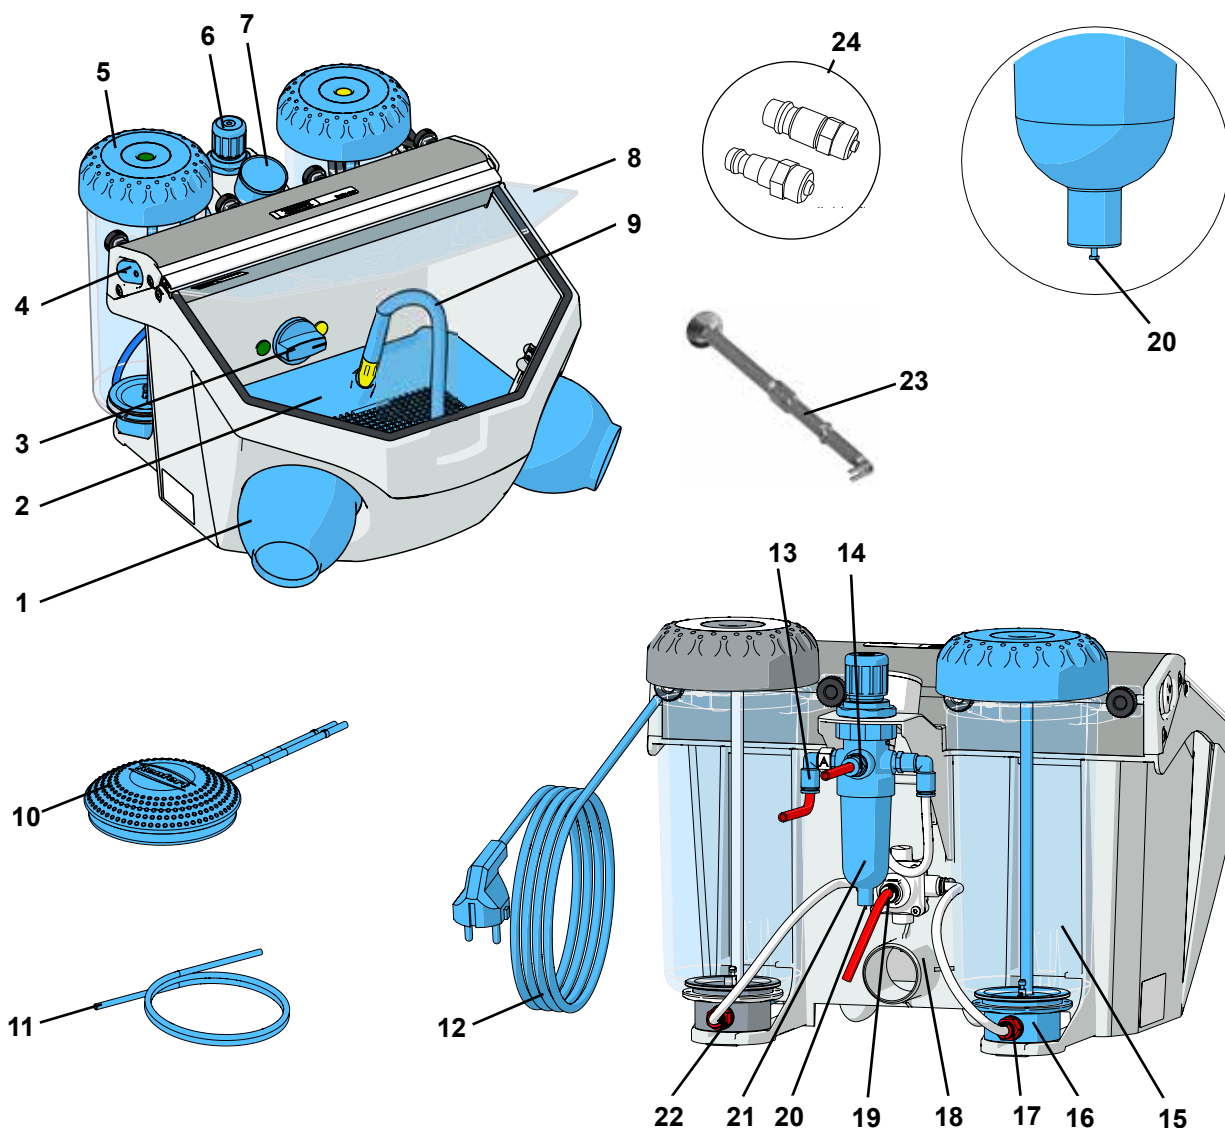

Abb. 1
- ⇒ Netzkabel (12, Abb. 1) entrollen.